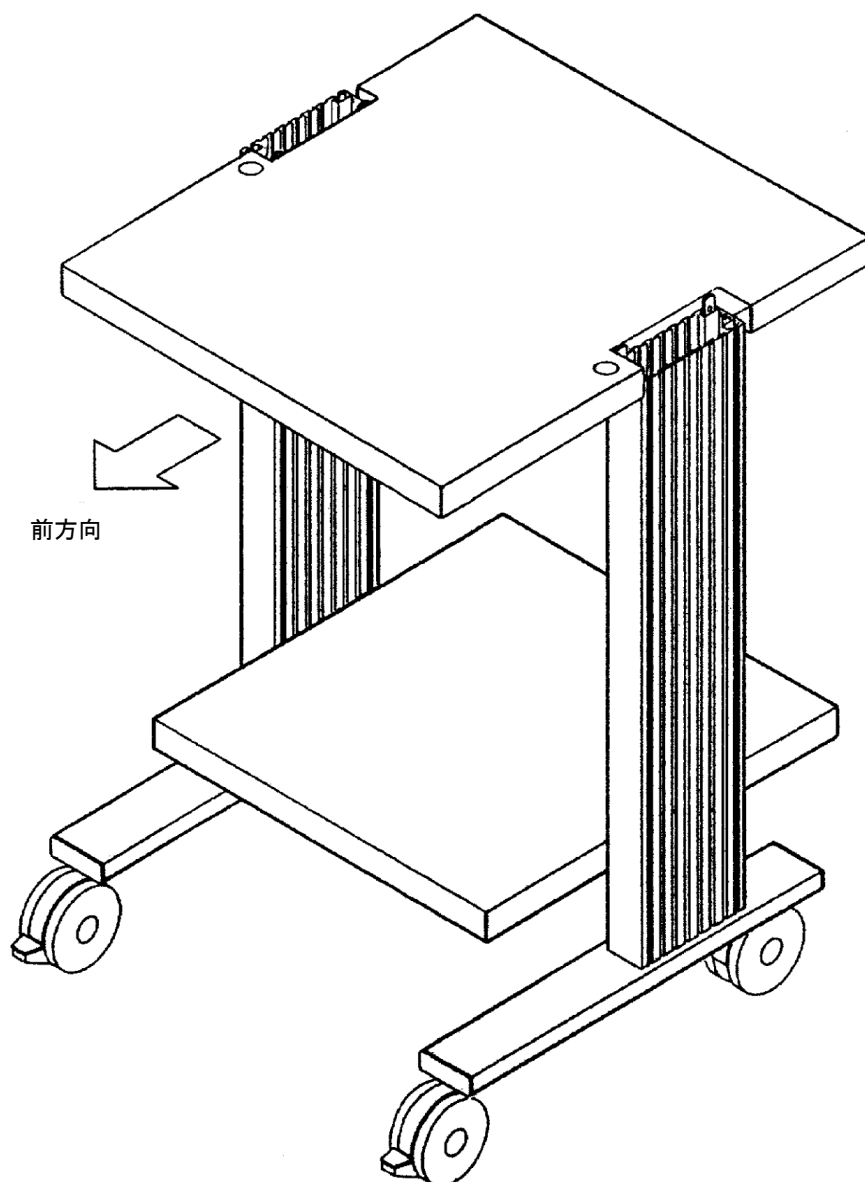

図 9: キーボード用棚板の調整
2. 図9に示すように、脚部アセンブリ間で、キーボード用棚板を水平に位置決めします。棚板の奥行きが長い方が台車の前方向になります。